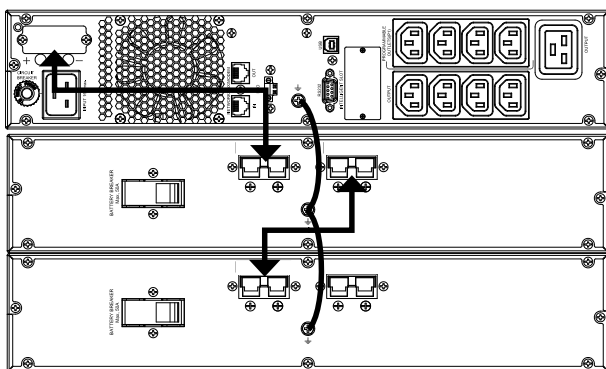

Fig. 10. Ligação com módulos de baterias.
Insira o conector de uma extremidade do tubo no respetivo conector do SPS.ADVANCE e o conector da outra extremidade no do módulo de baterias (ver Fig. 10).
- A Fig. 10 mostra a ligação de um equipamento de 3 kVA em disposição rack, com dois módulos de baterias. Para um número superior, opere de modo similar ao da ilustração.